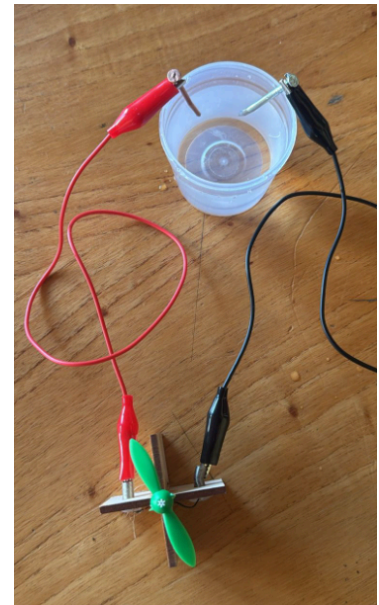

Fig. 1.7: el experimento con el motor.
4. Describir qué sucede si el motor es conectado en paralelo con el voltímetro, en el circuito eléctrico (Fig. 1.7).